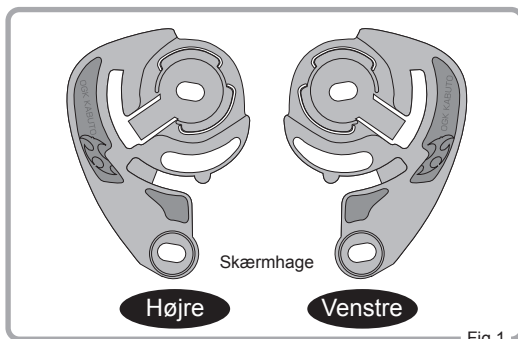

Fig.1
1. Kontrollér først skærmhagens side som vist i Fig.1.